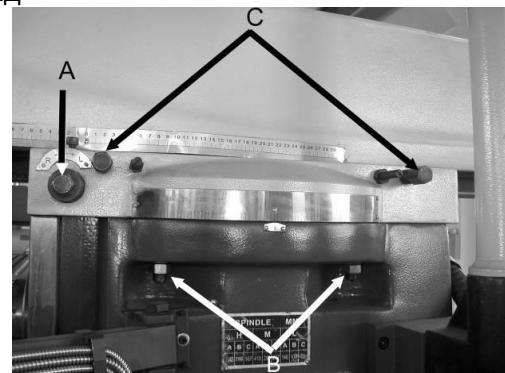

Рис.20
1. Ослабьте два болта (С, Рис.20), которые крепят консоль к направляющим.
2. С помощью ключа поверните болт (А, Рис.20), чтобы перемещать консоль на направляющих.
3. Когда установите консоль в нужное положение, зафиксируйте болты (С, Рис.20).
1. Ослабьте четыре стопорных болта (В, Рис.20), которые крепят консоль к верхней части основания. 1/2 оборота должно хватить, чтобы консоль можно было перемещать.
3. Затяните четыре стопорных болта (В, Рис.20).